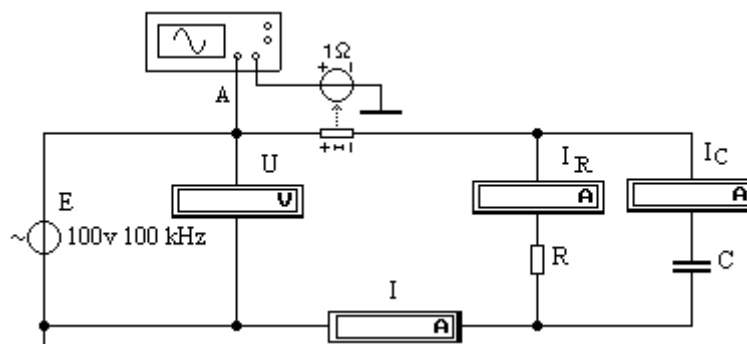

Рисунок 2- Схема исследования RC - цепи.
1.Собрать схему электрической цепи (рис. 2).